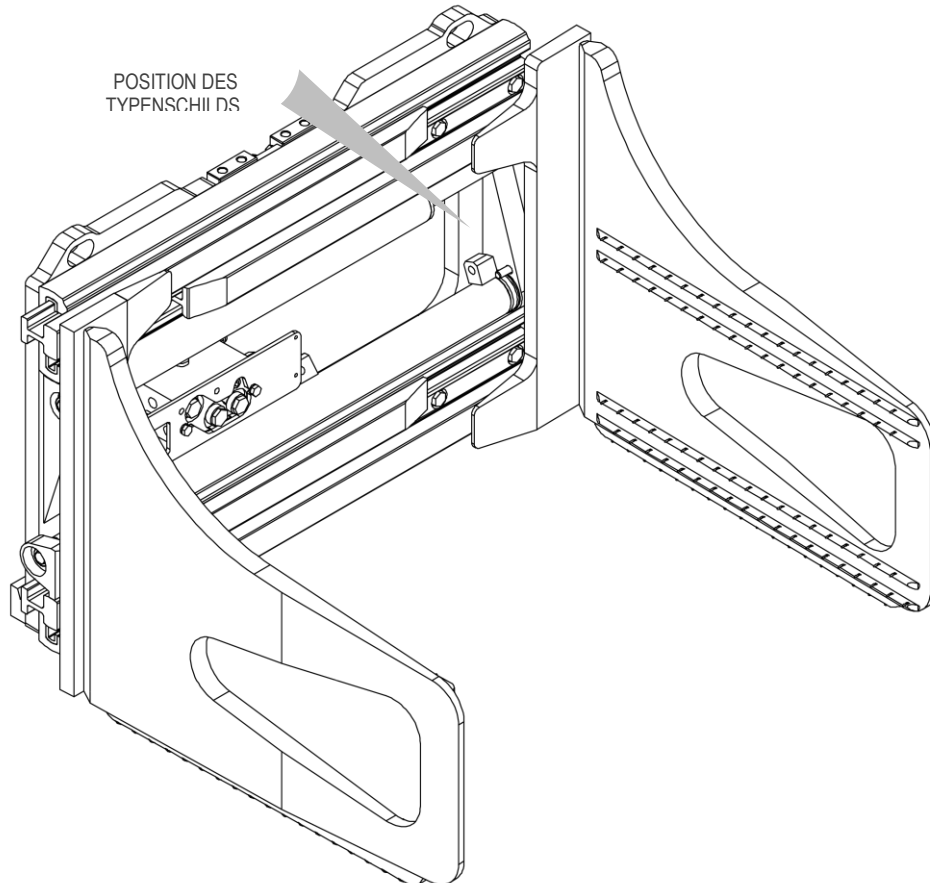

Abbildung 1
Alle Geräte A.T.I.B. – “BALLENGREIFER MIT DÜNNEN SPANNBACKEN TYP 474.131 | BALLENGREIFER MIT KARTONBESCHICHTETEN SPANNBACKEN TYP 474.130 | GREIFER FÜR SCHAUMGUMMIBLÖCKE TYP 474.195” werden über das aufgeklebte Typenschild (siehe *Tabelle 1*) am Gerät (siehe *Abbildung 1*) identifiziert, schauen Sie immer nach der Seriennummer.
5. Für die Handhabung müssen ausreichend starke Gurte oder Ketten für das Gewicht des Geräts, das auf dem Typenschild angegeben ist, verwendet werden (siehe *Abbildung 1* und *Tabelle 1* auf Seite 7).
9. Schließen Sie den Hydraulikkreislauf an und versichern Sie sich, dass der Betriebsdruck der Leitungen höher oder gleich dem auf dem Typenschild angegebene ist (siehe *Abbildung 1* und die *Tabelle 1* auf Seite 7).
6. Für die Handhabung müssen ausreichend starke Gurte oder Ketten für das Gewicht des Geräts, das auf dem Typenschild angegeben ist, verwendet werden (siehe *Abbildung 1* e *Tabelle 1* auf Seite 7).